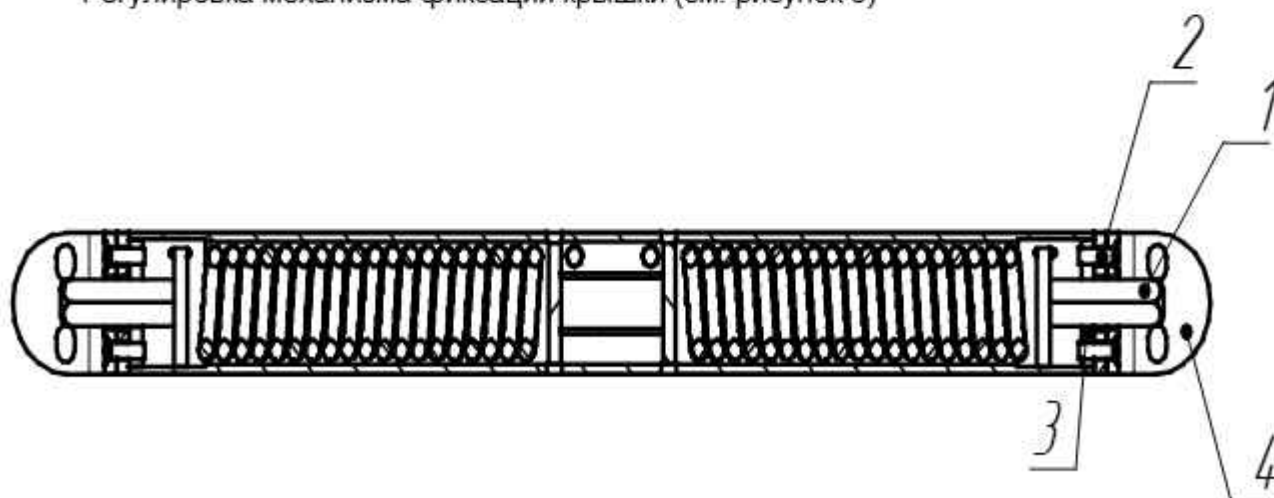

Рис.5 (вид сверху)
Регулировка механизма фиксации крышки (см. рисунок 5)
- а) удерживая ключом шестигранник (рис. 5 поз.1) вывернуть винты (рис. 5 поз.2).
- б) повернуть шестигранник в сторону увеличения усилия до совмещения следующего отверстия в шайбе (рис. 5 поз. 3) и кронштейне (рис. 5 поз. 4)
- в) завернуть винты (рис. 5 поз. 2) до упора, затем ослабить на 1/6 оборота.